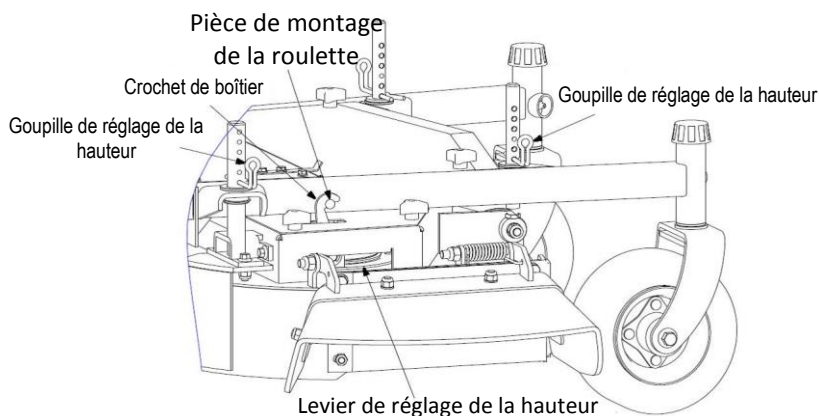

Figure 8
- Insérez la goupille de réglage de la hauteur dans le trou correspondant à la hauteur de coupe souhaitée. Voir l'autocollant sur le panneau de lavage du boîtier. Déplacez le levier hors de la position de transport et vers le bas jusqu'à la goupille de réglage de la hauteur - pour tondre à la hauteur sélectionnée. Voir la figure 8.